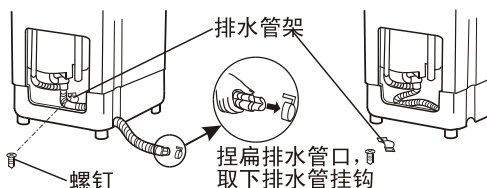

图2
2. 将排水管从箱体上取下，将排水管口稍微捏扁，拆下排水管挂钩，松开排水管的固定螺钉，拆下排水管架，将排水管从底座左侧拉入箱体内。（如图2所示）